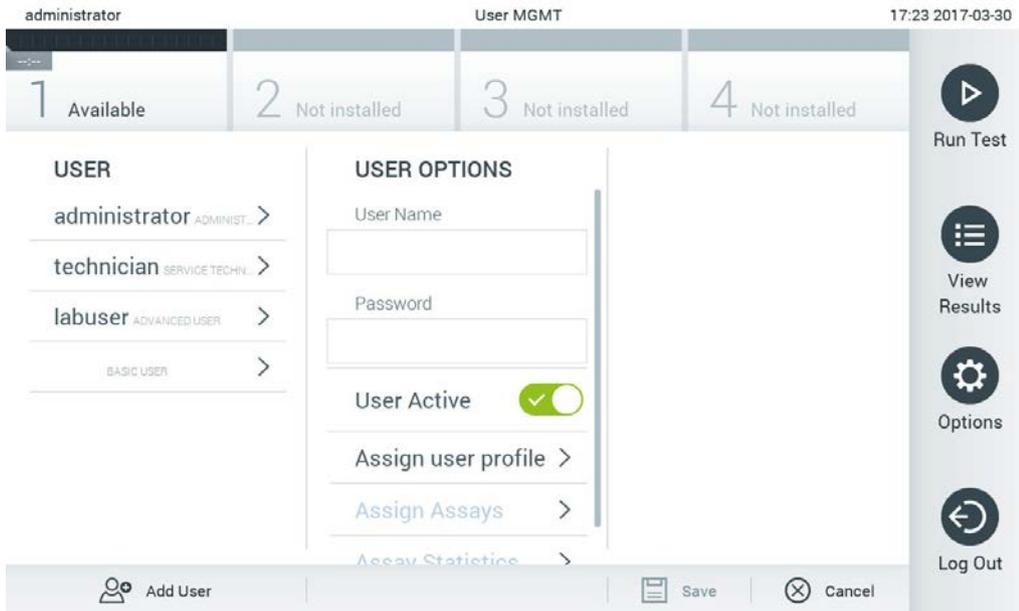

Figura 63. Aggiunta di un nuovo utente.
1. Premere il pulsante Options (Opzioni), quindi User Management (Gestione utenti) per configurare gli utenti. Nell'area dei contenuti del display compare la schermata User Management (Gestione utenti) (Figura 63).